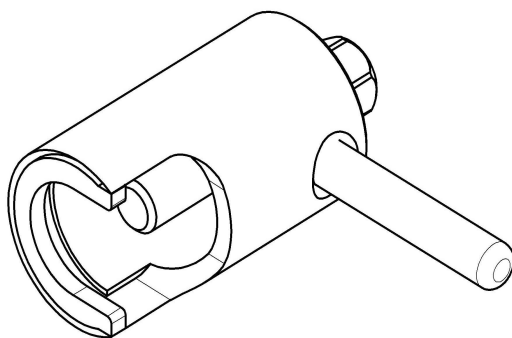

Рис.34 Съемник крыльчатки(11000002907).
- снять крыльчатку при помощи специального съемника (см. рис.34);